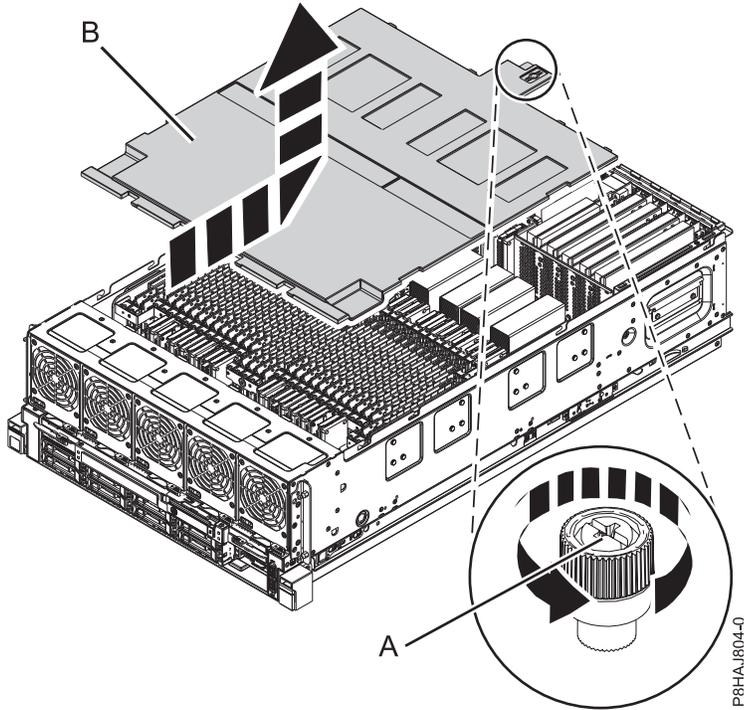

Figure 35. Retrait du capot de sécurité
2. Desserrez la vis moletée (**A**) située à l'arrière du capot en la tournant dans la direction illustrée dans figure 35, à la page 56.